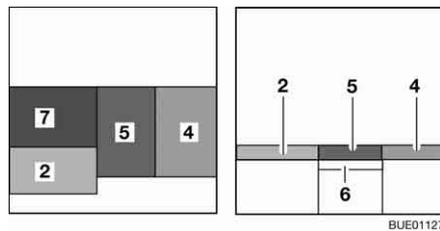

Bild 113 Nach dem Umbau
- Bettkasten-Verlängerung (Bild 113,6) herausziehen.
- Das Sitzpolster (Bild 113,5) in die Mitte legen.
- Das Rückenpolster (Bild 113,4) zwischen das Sitzpolster und die Wand legen.